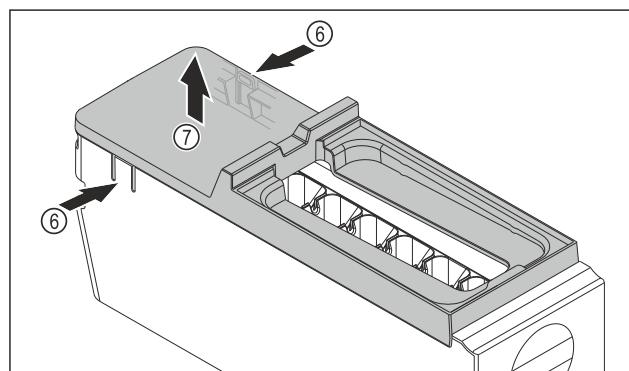

Fig. 113
- Izvadite poklopac tijela sustava EasyTwist-Ice: Pritisnite jezičke Fig. 113 (6) na obje strane tijela sustava EasyTwist-Ice jednom rukom.
- Poklopac Fig. 113 (7) drugom rukom izvucite prema gore.